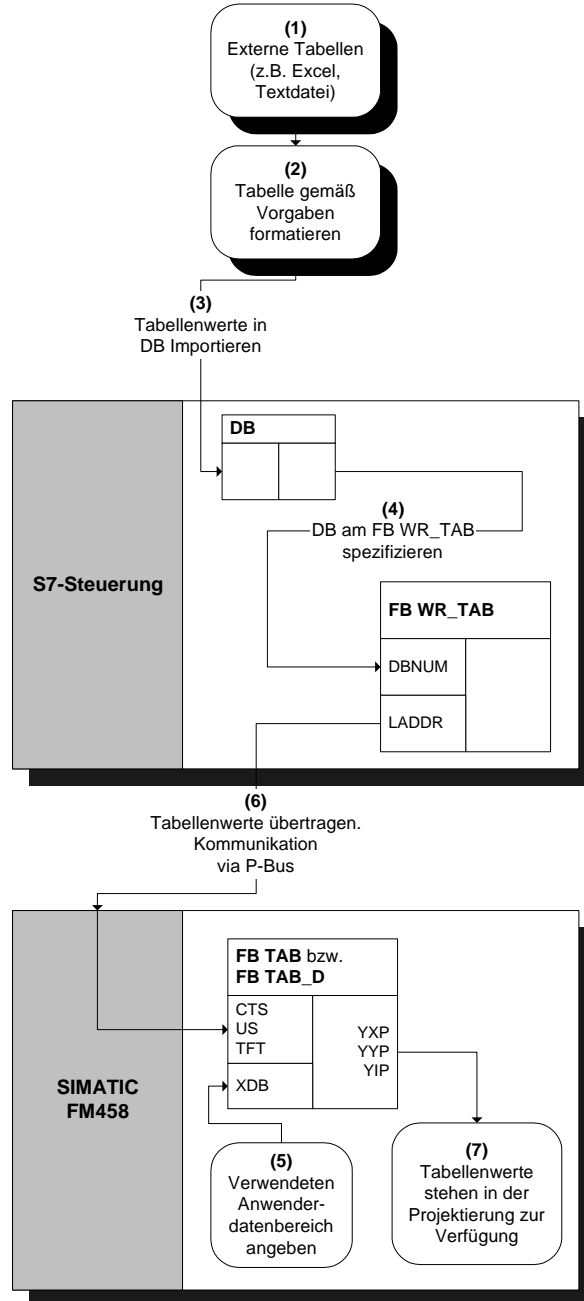

Bild 3-53 Prinzipielle Vorgehensweise beim „Automatikbetrieb: Kommunikation“ (via P-Bus)
- **Automatikbetrieb: Kommunikation**, d.h. die Tabellenwerte werden über eine Kommunikationsschnittstelle (TCP/IP, DUST1, S7 über P-Bus) übertragen. Um Tabellenwerte von einer S7-Steuerung über den P-Bus an eine SIMATIC FM 458 Applikationsbaugruppe zu übertragen, ist zusätzlich der Funktionsbaustein WR\_TAB auf S7-Steuerungsseite zu projektieren. (Vgl. Bild 3-53)